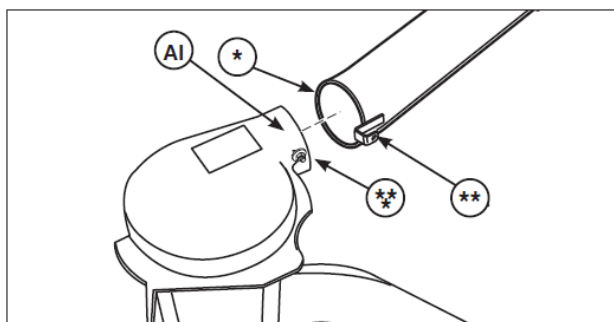

図 32
2. チューブ Assy (図 32 の*) の吸引側の端を